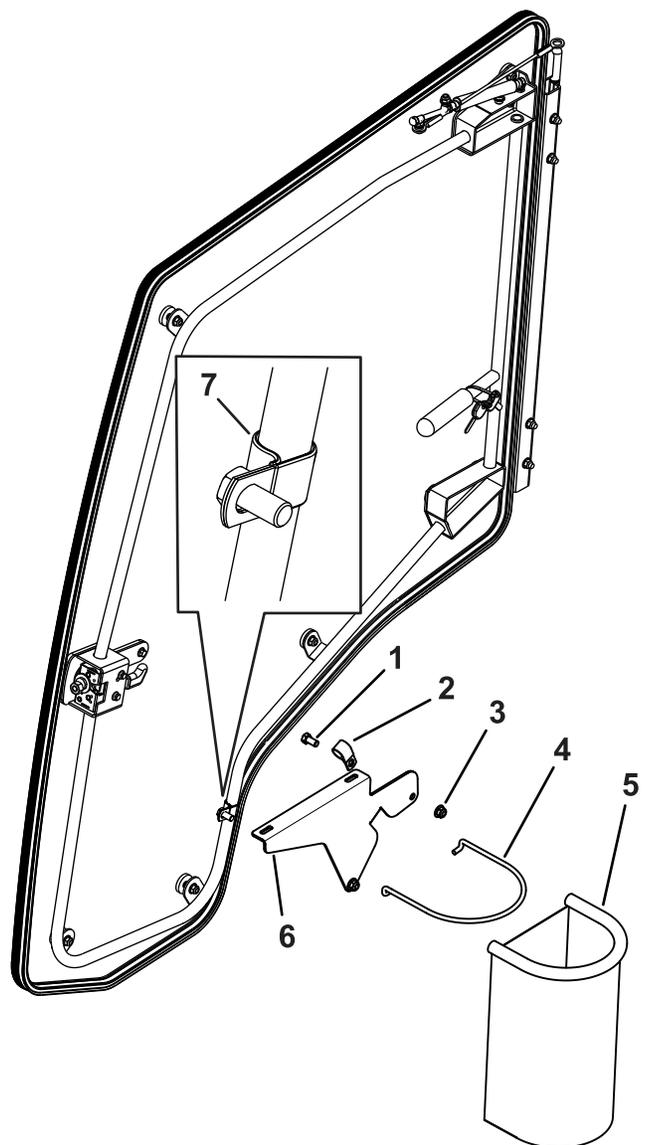

Figura 1
2. Instale las abrazaderas en R en la puerta (Figura 1).
3. Sujete provisionalmente el soporte grande a la puerta con 2 pernos ($\frac{3}{8}$ " x $\frac{3}{4}$ " y 2 contratuercas ($\frac{3}{8}$ "), como se muestra en la Figura 1.
4. Coloque el soporte en la puerta de manera que no interfiera con la máquina (Figura 1).
5. Apriete los pernos que sujetan el soporte grande (Figura 1).
6. Instale la papelera y la varilla en el soporte grande (Figura 1).